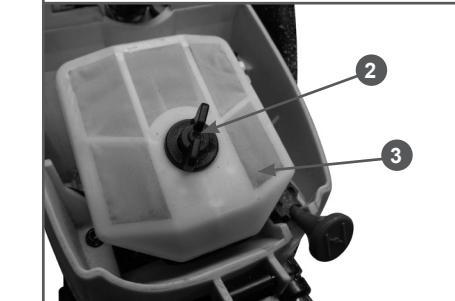

Рис. 18 Обслуживание воздушного фильтра
1. Отстегните защелку 1 (Рис. 18) и снимите крышку воздушного фильтра.
2. Открутите барабанковую гайку 2 и снимите воздушный фильтр 3 с корпуса (Рис. 18). Проверьте его на наличие повреждений.